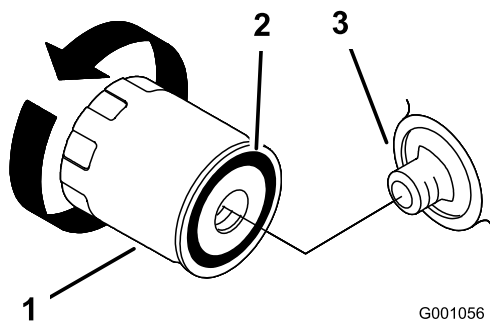

Bild 48
2. Entfernen Sie den alten Filter und wischen Sie die Oberfläche an der Filteradapterdichtung ab (Bild 48).
5. Ölen Sie die Gummidichtung am Ersatzfilter leicht mit Frischöl ein (Bild 48).
6. Montieren Sie den Ersatzölfilter am Filteradapter. Drehen Sie den Ölfilter nach rechts, bis die Gummidichtung den Filteradapter berührt. Ziehen Sie den Filter dann um eine weitere 2/3 oder ganze Drehung fest (Bild 48).